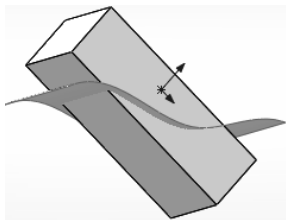

图 6-171 源文件
- 02 在“打开”属性管理器中选定文件名为“6.32”，然后单击“OK”按钮，或者双击所选定的文件，即打开所选文件，如图 6-171 所示。